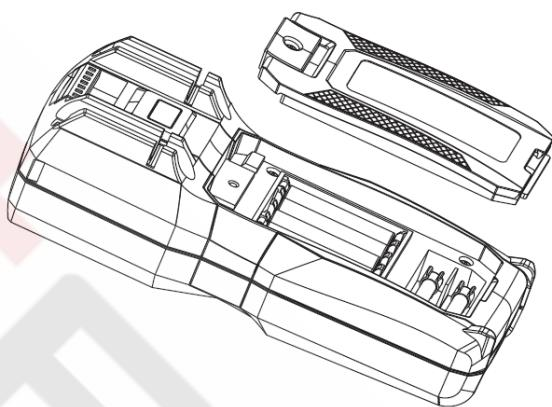

Рисунок 15
11.2 Замена батареи и предохранителей (Рис.15)